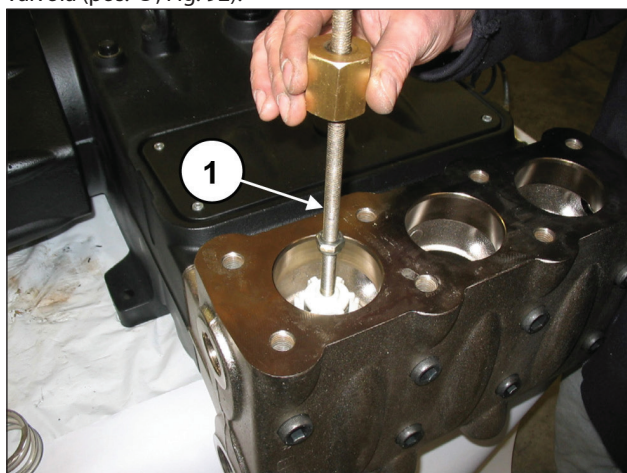

Fig. 92
Estrarre il gruppo valvola mandata mediante l'utilizzo di un estrattore a massa battente da applicare al foro M10 del guida valvola (pos. ①, Fig. 92).